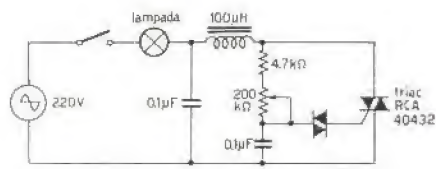

figura 8
In figura 8 è presentato un tipico circuito applicativo: si tratta del controllo dell'intensità luminosa di una lampada a incandescenza.
Circuiti analoghi a quello di figura 8 vengono utilizzati per il controllo della potenza applicata a carichi di tipo diverso come lampade, motori, riscaldatori a resistenza ecc.
N.B. Il circuito di figura 8 è stato desunto dalla letteratura tecnica RCA.